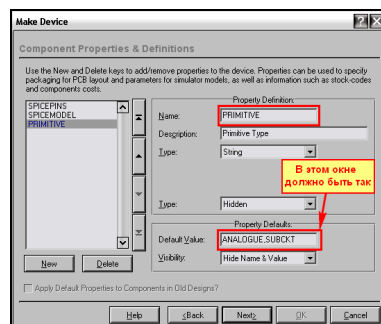

Рис.117
- Аналогичным образом через кнопку **New** добавляем свойство **PRIMITIVE** как показано на Рис. 117. В **Default Value** вводим **ANALOGUE.SUBCKT**.